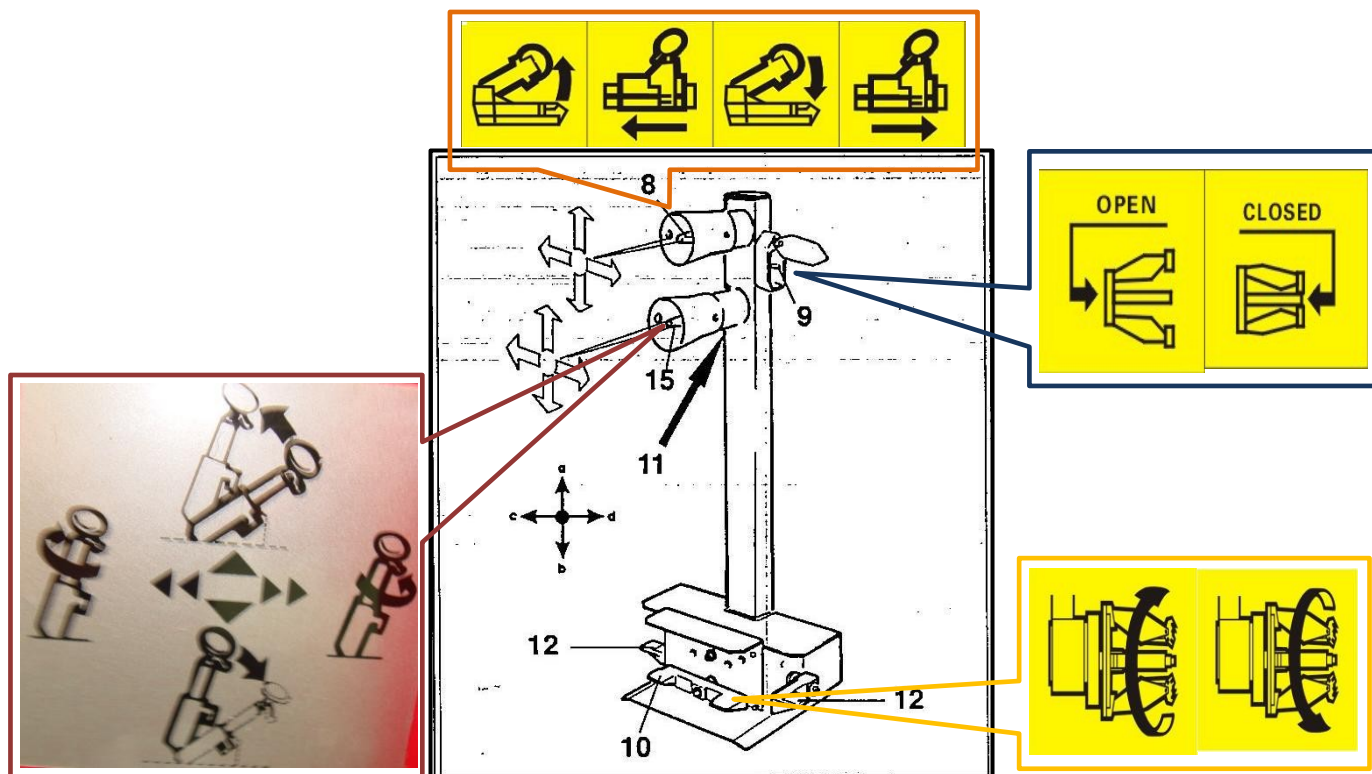
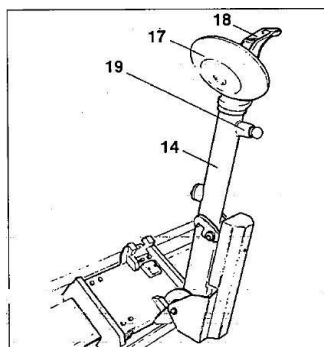

Fig. 6.2
Fig. 6.3
Det mobila kontrollcentret (Fig. 6.2) gör det möjligt för operatören att arbeta i valfri position runt maskinen. På detta mobila kontrollcenter finns följande reglage:
1. **Den övre joysticken (8, fig. 6.2)** som i **läge a** lyfter chuckarmen och i **läge b** sänker den; i **läge c** flyttar chucken åt höger och verktygshållararmen åt vänster samtidigt (så att de kommer närmare varandra) och i **läge d** flyttar chucken åt vänster och verktygshållararmen åt höger (så att de kommer längre ifrån varandra).
2. **Nedre joystick (15, fig. 6.2)** när den dras **uppåt a**, för den nedre joysticken verktygshållararmen till "icke-arbetsläge", när den dras **nedåt b**, för den armen till "arbetsläge", när den trycks **åt vänster c**, vrider den huvudvertyget 180° moturs; när den trycks **åt höger d**, vrider den huvudvertyget i motsatt riktning och för verktöget tillbaka till startläget.
3. **Chuckbrytaren (9, fig. 6.2)** öppnar armarna på den självcentrerande chucken (LÅST) när den flyttas uppåt och stänger armarna på den självcentrerande chucken (OLÅST) när den flyttas nedåt.
4. **Pedalen (10, fig. 6.2)** roterar den självcentrerande chucken i samma riktning som pilarna på fotpedalen när den trycks ned på vänster eller höger sida.
5. **Den andra hastighetsbrytaren (11, fig. 6.2)** roterar den självcentrerande chucken med hög hastighet när den trycks ned tillsammans med pedalen (10, fig. 6.2).
6. **Den andra hastighetspedalen (12, fig. 6.2)** flyttar den självcentrerande chucken och verktygshållararmen och stänger och öppnar vagnen med hög hastighet.
På däckbytaren Worker finns också en knapp (19, fig. 6.3) som gör det möjligt att byta verktyg (till exempel för montering av tillbehöret RT Tubeless-rulle).
- 1) Flytta den nedre joysticken (15, fig. 6.2) uppåt (a) verktygsarmarna (14, fig. 6.3) måste vara lutade i "icke-arbetsläge".
- 2) Verktøjshållararm i "icke-arbetsläge" Flytta den övre joysticken (8, fig. 6.2) uppåt (a): spindelbärararmen (2, fig. 3.1) ska lyftas; flytta joysticken nedåt (b): armen ska sänkas.
Flytta joysticken åt vänster (c): spindelhållararmen (2, fig. 3.1) måste röra sig åt höger och verktøjshållararmen (14, fig. 6.3) åt vänster; samtidigt måste de två armarna närma sig varandra.
Upprepa dessa åtgärder ("c" och "d") samtidigt som du trycker på en av de två pedalerna (12, fig. 6.2): de ovan angivna rörelserna måste ske med hög hastighet.
- 3) Vrid spaken (9, fig. 6.2) uppåt: spindelarmarna (3, fig. 3.1) ska öppnas; flytta spaken nedåt och spindelarmarna ska stängas.
Upprepa dessa åtgärder samtidigt som du trycker på en av de två pedalerna (12, fig. 6.2): ovanstående rörelse måste utföras med hög hastighet.
- 4) Tryck ned höger pedal (10, fig. 6.2): spindeln (3, fig. 3.1) ska rotera medurs, tryck ned vänster pedal: spindeln ska rotera moturs.
Dra ned spaken (11, fig. 6.2) och upprepa ovanstående åtgärder: spindeln ska röra sig med hög hastighet.
- flytta spakreglaget (9, fig. 6.2) uppåt tills spindelarmarna är helt utsträckta.
5. Med klämmorna (22, fig. 3.1) i stängt läge flyttar du hjulet på skjutbordet till den självcenterande chucken. Använd chuckbrytaren (9, fig. 6.2) för att öppna den självcenterande chucken och lås fast den på hjulets innerfälg.